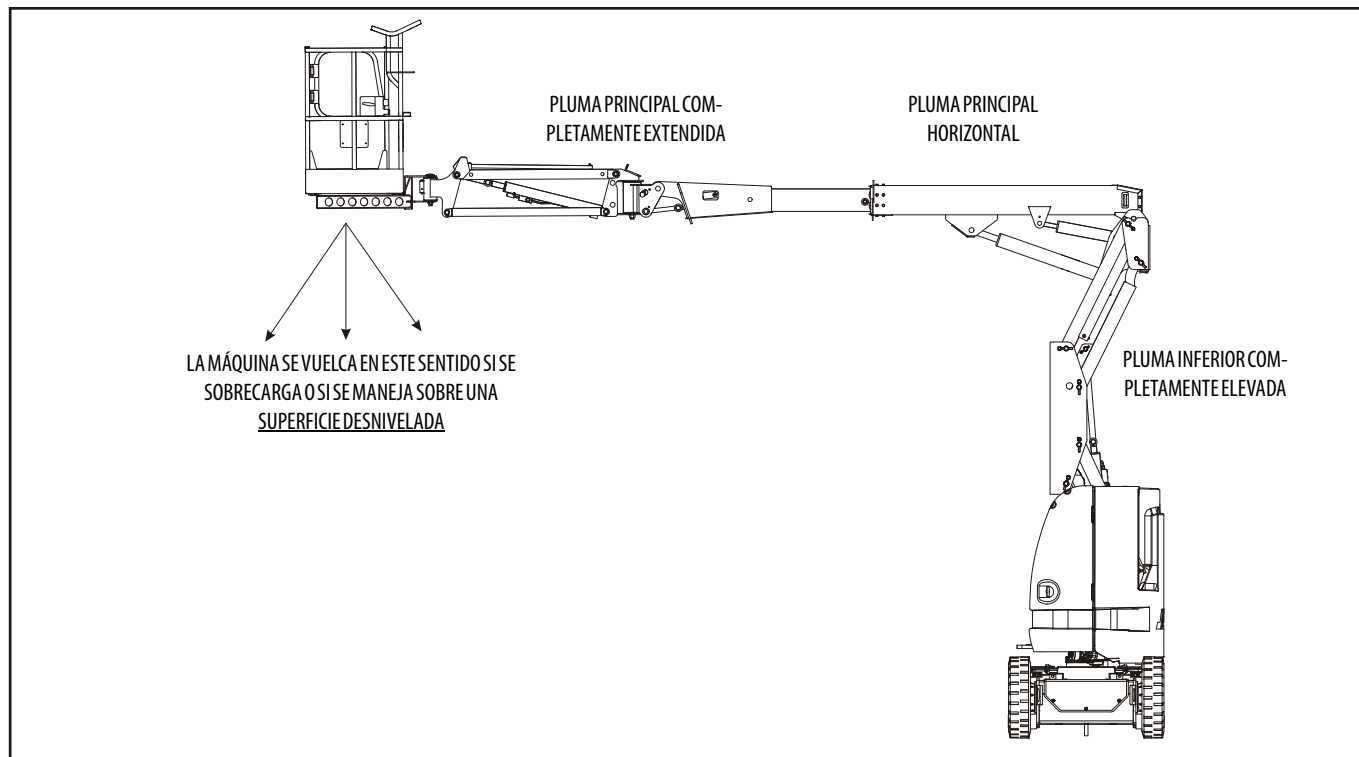
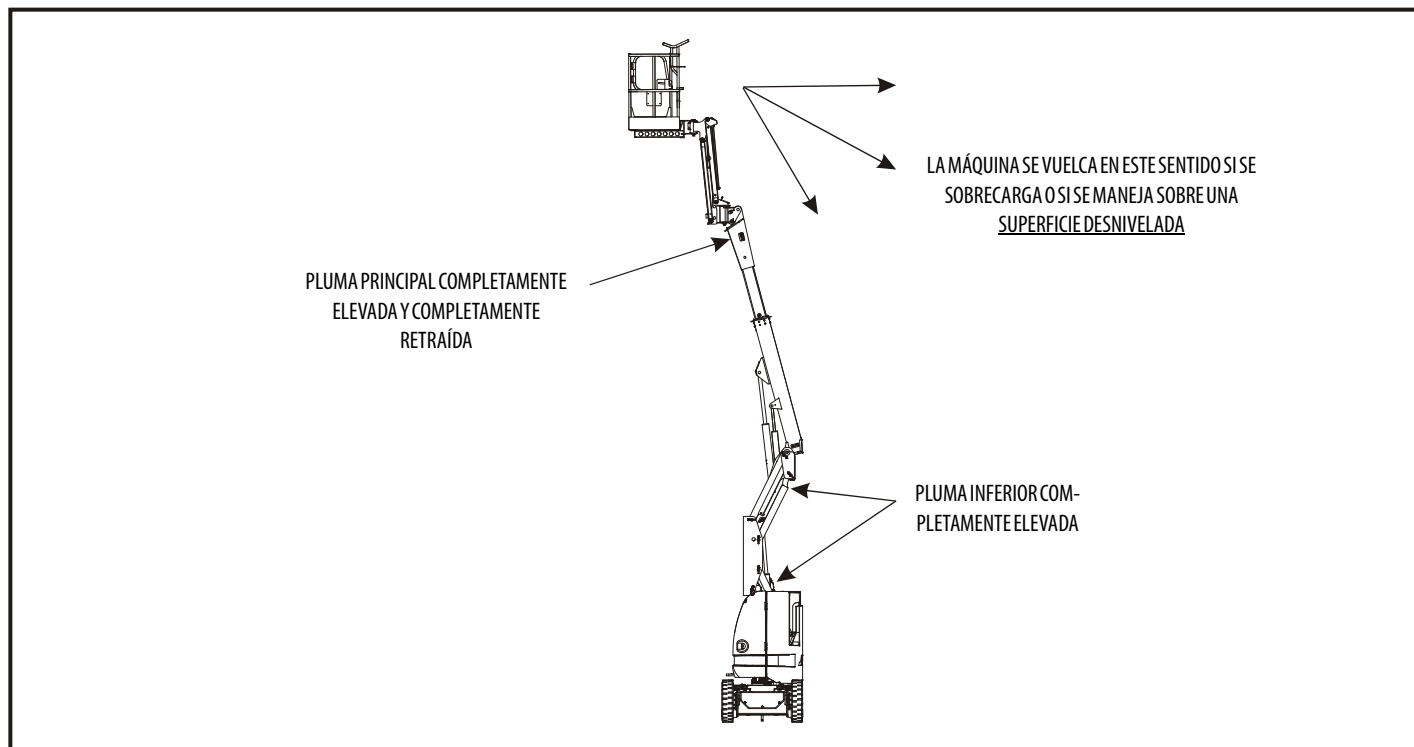
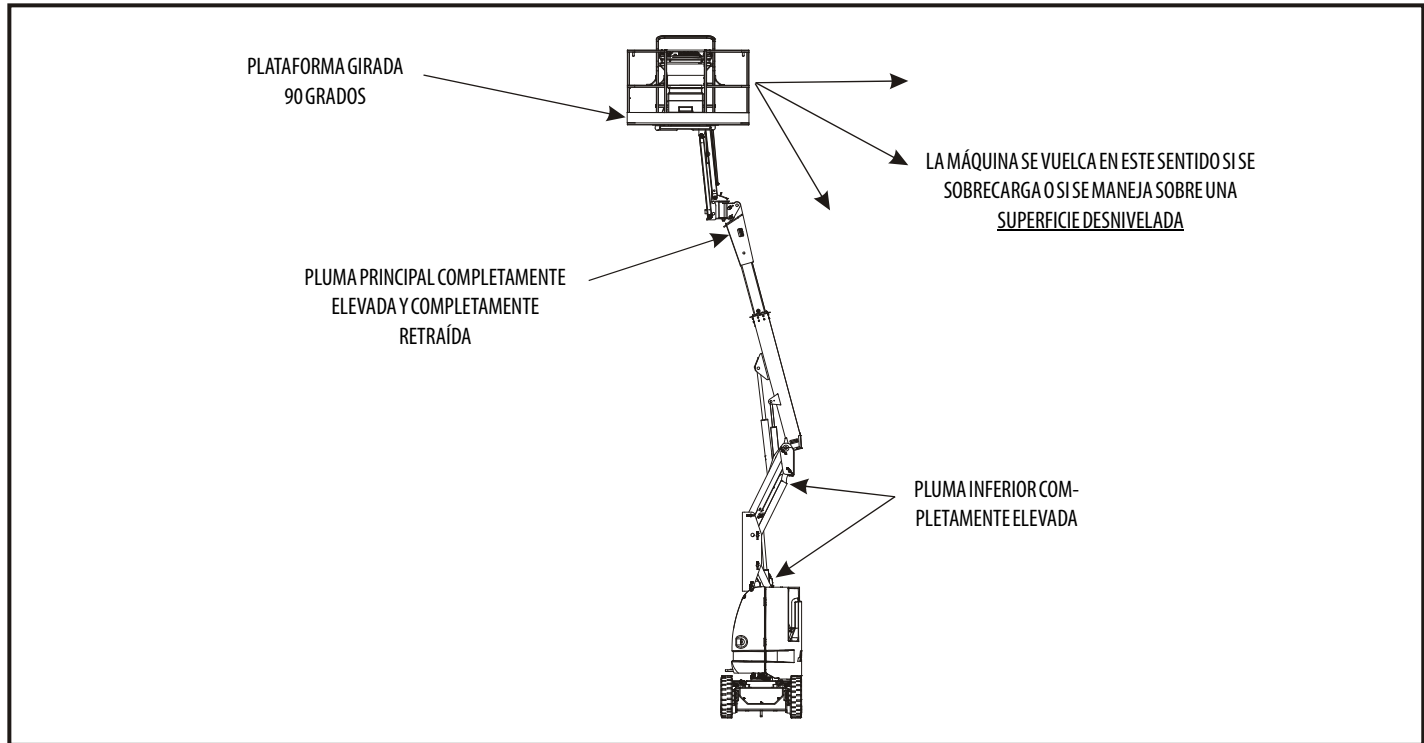

Figura 4-1. Posición de estabilidad delantera mínima
Figura 4-2. Posición de estabilidad trasera mínima – E300AJ
Figura 4-3. Posición de estabilidad trasera mínima – E300AJP
La estabilidad de la máquina depende de dos (2) condiciones, las cuales se denominan estabilidad DELANTERA y estabilidad TRASERA. La posición de la máquina que ofrece la estabilidad DELANTERA mínima se ilustra en la Figura 4-1.; la posición que ofrece la estabilidad TRASERA mínima se ilustra en la Figura 4-2. y la Figura 4-3.